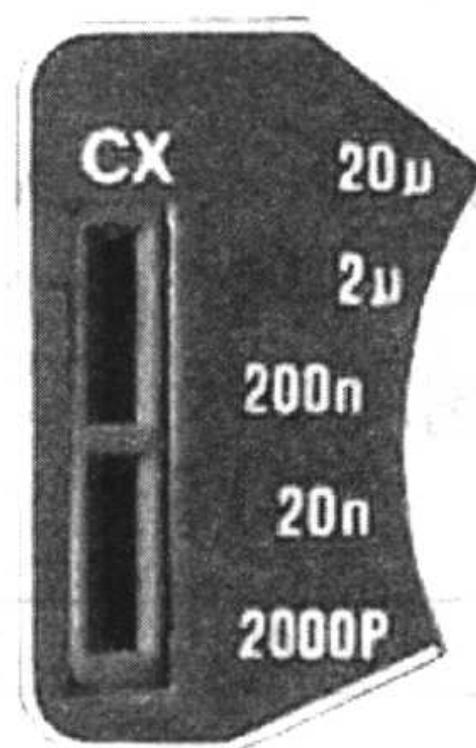

图1-8 电容测试
- (1) 直接把电容器插入CX孔内，如图1-8所示。
- (2) 根据被测电容值选择挡位。挡位选择过大，电容显示过小或者为0；挡位选择过小，电容显示值为1。
- (3) 被测电容的容量最大值不能超过20 μF，否则显示为1。